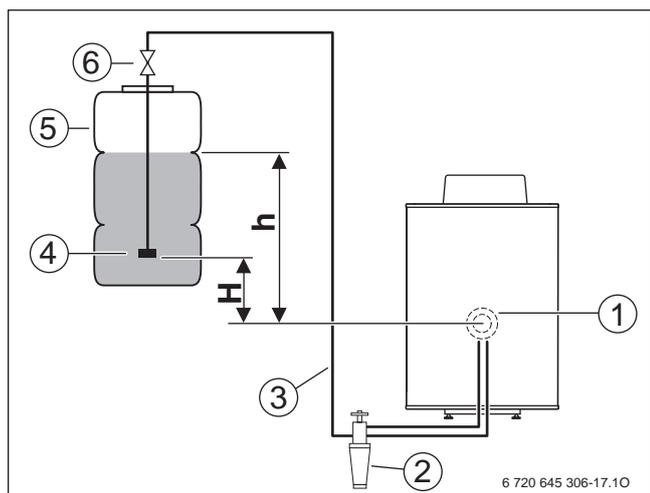
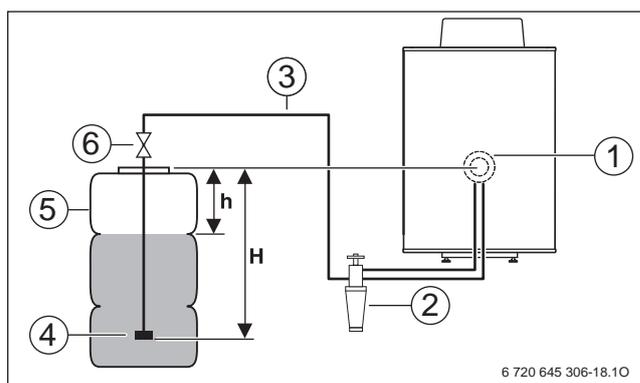

Bild 20 Position des Öltanks oberhalb der Ölpumpe
Bild 21 Position des Öltanks unterhalb der Ölpumpe
Bei der Verwendung eines Einstrangsystems führt vom Tank zum Ölfilter eine ölführende Leitung. Erst vom Ölfilter werden 2 Leitungen, ein Saug- und ein Rücklaufrohr, zum Brenner geführt ( $\rightarrow$  Bild 20 und Bild 21). Bei einem Einstrangsystem mit Luftabscheider wird die Lagerstabilität des Heizöls nicht durch das in den Tank rückgeführte Heizöl und den dadurch möglichen Sauerstoffeintritt beeinträchtigt. Außerdem sind Undichtigkeiten in dem Rücklaufrohr ausgeschlossen.
**Legende zu Bild 20 und Bild 21:**